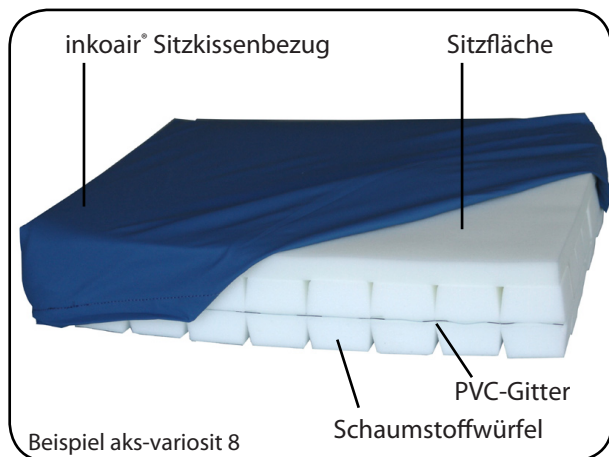

Abbildung 02 Oberseite
6. Die blaue Seite ist die Oberseite und die Sitzfläche des Sitzkissens (siehe Abbildung 02). Die Sitzkissenvorderseite muss an der Vorderseite der Sitzgelegenheit platziert sein und ist durch die Sitzkissenbezug-Seite erkennbar, an der kein Reißverschluss verläuft.